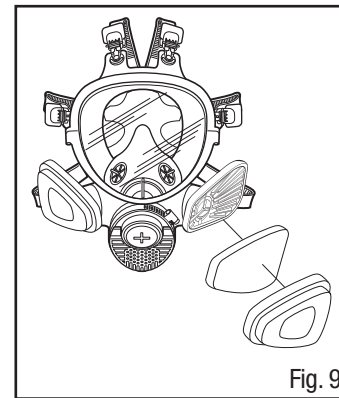

Fig. 9
3. Coloque el filtro en el soporte 501 con la impresión del filtro mirando hacia el adaptador 603. Abróchelos y asegúrese que el sello del filtro no esté arrugado o tenga espacios (Fig. 9).